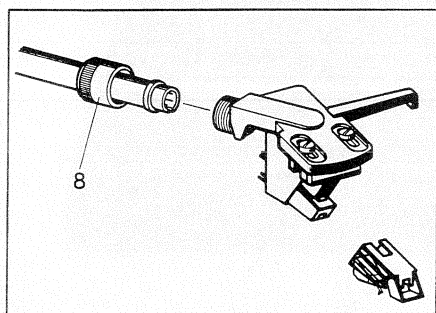

Fig. 4
- Mutter **8** lösen, und Tonkopf nach vorne abziehen (Fig. 4). Tonabnehmer durch Lösen der zwei Befestigungsschrauben **9** abnehmen.
Das Einsetzen der Abtastnadel erfolgt in umgekehrter Weise (Fig. 4).